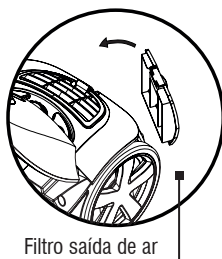

Fig. 17 – Filtro saída de ar
2. Abra a tampa do filtro de saída e retire o filtro. Conforme Fig. 17;